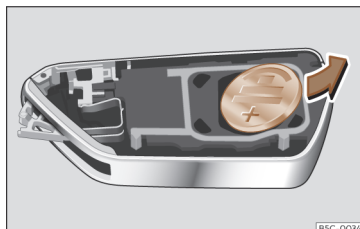

Fig. 74 Chave do veículo: extração da pilha.
- Extraia a pilha do compartimento com um objeto fino adequado»» Fig. 74.
- Coloque a pilha nova, pressionando-a no compartimento respetivo »» ①.